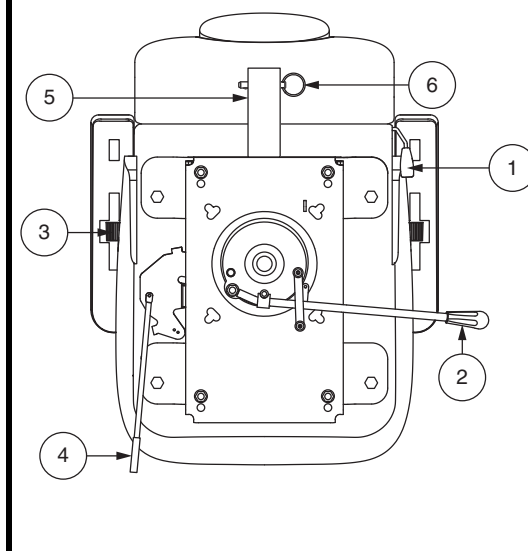

Figura 16. Regolazioni del sedile - Stile B
Per regolare il sedile reclinabile dello scooter, osservare questi passaggi. **Vedere figura 16.**
1. Tirare verso l'esterno la leva scorrimento sedile. **Vedere figura 16.**
La staffa accessoria montata posteriormente consente di collegare un accessorio personale come un cestino, un porta-deambulatore o una bombola di ossigeno alla parte posteriore dello scooter. Utilizzare il perno di fermo per fissare saldamente l'oggetto alla staffa accessoria. **Vedere figura 16.** Per dettagli rivolgersi al fornitore autoizzato.